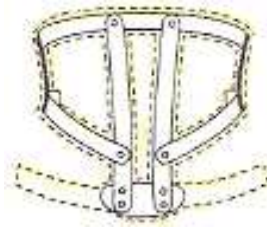
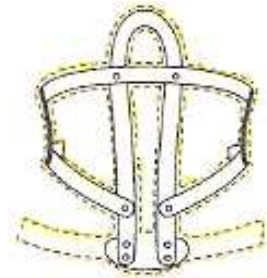

Figure 41 : CIVB-2 ⁽²⁷⁾
Figure 42 : CIVC-2 ⁽²⁷⁾
- CIVB (Figure 41) ou C (Figure 42) type 2 :